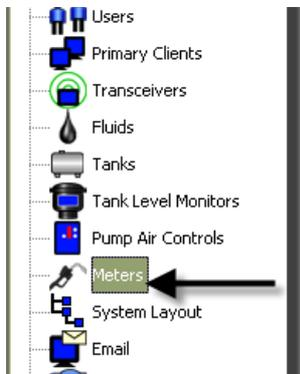

FIG. 118
1. Per visualizzare la schermata di configurazione principale Meters (Dosatori), selezionare **Meters** (Dosatori) dall'elenco sul pannello del sistema Matrix (FIG. 118).